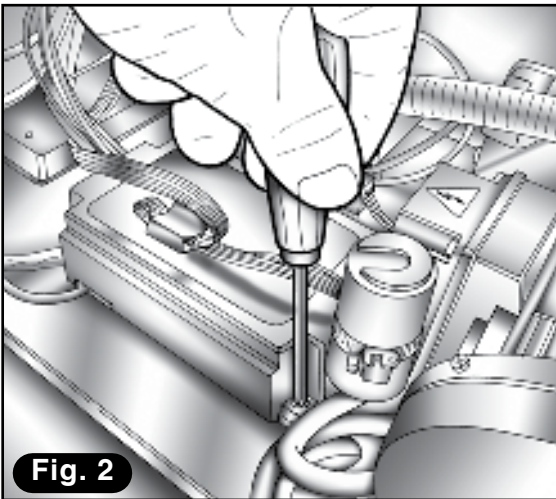

Fig. 2
- 2) Desenrosque la tapa de protección de la ficha de potencia (**Fig. 2**).